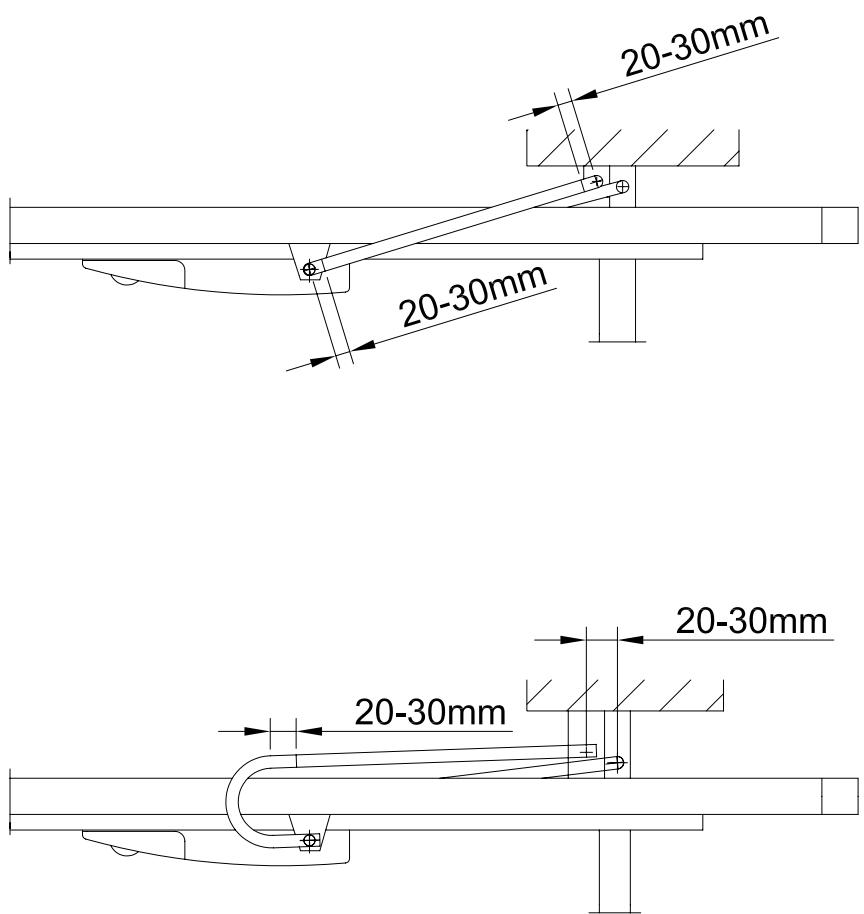

fig. 7/B
- I** 1. Se la basculante non è predisposta, fissare le squadrette di supporto superiore come in fig. 5 tramite viti autofilettanti adatte (rispettare le quote di fig. 7/A).